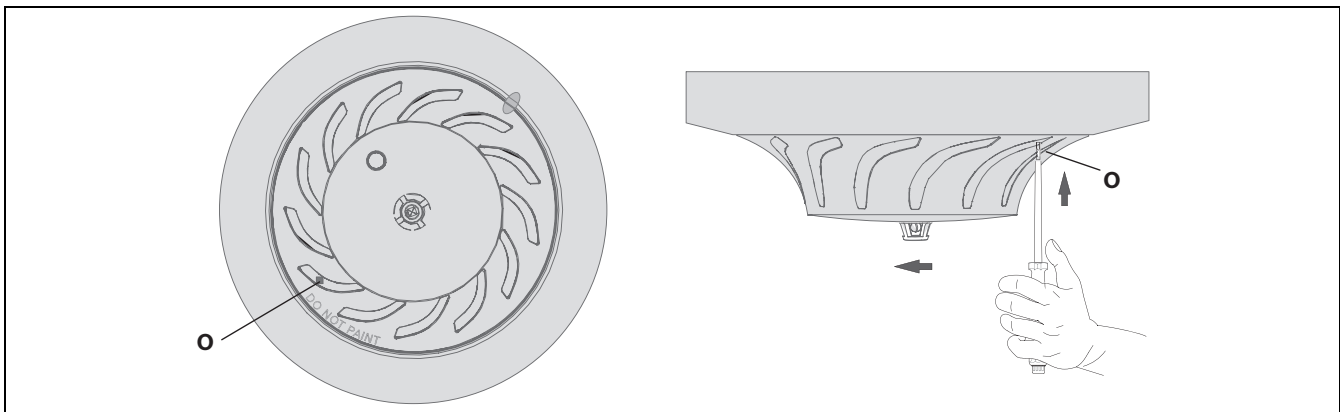

Figura 3.3 Liberación del detector
Desbloquee el cabezal del detector. Utilice un destornillador para apretar a través de la hendidura (O) del anillo exterior del detector (consulte la *Figura 3.3*). Al mismo tiempo, gire el cabezal del detector hacia la izquierda.